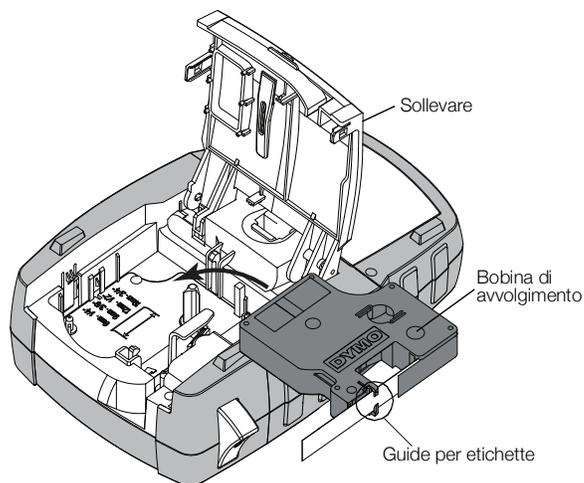

Figura 5
- 3 Inserire la cartuccia con l'etichetta e il nastro posizionati tra le guide. Vedere la Figura 5.